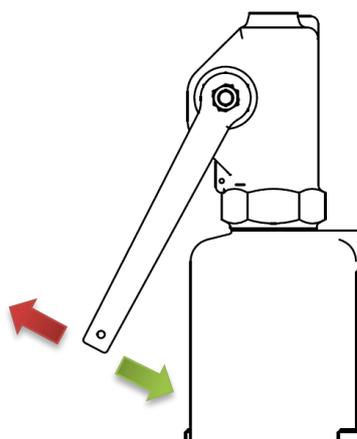

Abbildung 4
Die Funktion des Sicherheitsventils wird überprüft, indem es mit Hilfe des Hebels durchblasen wird. Dazu muss der Hebel in die in Abbildung 4 gezeigte Richtung betätigt werden. Die Betätigung des Hebels führt zur Entspannung der Druckkraft der Feder, womit eine minimale Erhebung des Kegels und ein Durchfluss
1. Die Plombe zwischen Anlüftkappe (19) und Haube (7) entfernen
2. Den Hebel bis zum Anschlag in Richtung Z anheben „Schließen“ (siehe Abbildung 4)
3. Haube abschrauben (19)
4. Den Gegenstopfen lösen (17)
5. Die Regulierschraube (18) solange drehen, bis der geforderte Ansprechdruck erreicht wird. Um die Kontaktflächen zu schützen halten Sie während des Drehens die Spindel (6) an der Spannmutter (21), um ihr das Drehen zu verhindern.
6. Gegenstopfen (17) prüfen
7. Die Haube (19) mit einer neuen Dichtung (16) wieder festschrauben
1. Die Plombe zwischen Anlüftkappe (19) und Haube (7) entfernen.
2. Den Hebel bis zum Anschlag in Richtung Z anheben „Schließen“ (siehe Abbildung 4).
3. Haube abschrauben (19).
4. Den Gegenstopfen lösen (17).
5. Die Regulierschraube (18) so lange drehen, bis der geforderte Ansprechdruck erreicht wird. Um die Kontaktflächen zu schützen, halten Sie während des Drehens die Spindel (6) an der Spannmutter (21), um ihr das Drehen zu verhindern.
6. Die Muttern (14), mit denen die Haube (7) mit dem Gehäuse (1) verbunden ist, abdrehen. Bei isometrischen Doppelkopfschrauben (13) sind die Muttern (14) gleichmäßig abwechselnd zu lösen. Im Falle von Doppelkopfschrauben (13) mit zwei verschiedenen langen Gewinden sollen zuerst die Muttern (14) an den kürzeren Schraubenenden und anschließend an den längeren Schraubenenden gleichmäßig abwechselnd abgedreht werden.
7. Die Haube (7) abnehmen, wobei die Platzierung des Schraubenlochs in der Haube mit der ihm entsprechenden Doppelkopfschraube zu markieren ist.
8. Den oberen Federteller (15) demontieren.
9. Die Feder (8) gegen eine neue austauschen.
10. Den oberen Federteller (15) wieder montieren.
4. Dichtung (16) durch eine neue ersetzen
5. Die Haube (19) wieder festschrauben
8. Den oberen Federteller (15), die Feder (8) und den unteren Federteller (15) demontieren.
9. An der Ventilspindel (6) haltend die ganze Schließvorrichtung des Ventils herausnehmen:
8. Die Dichtung (23) zwischen der Haube (7) und dem Zwischenaufsatz (5) abnehmen.
9. Die gesamte Schließvorrichtung herausnehmen, bestehend aus: Spindel (6), Federteller (15), Feder (8), Zwischenaufsatz (5), Hubglocke (4) und Kegel (3)
10. Die Dichtung (23) zwischen dem Gehäuse (1) und dem Zwischenaufsatz (5) abnehmen.
11. Am Gehäuse die Plombe (30) an der Regulierschraube (27) entfernen.
12. Den Arretierungsstopfen (29) mitsamt Spannstift (28) so lange herausdrehen, bis die Regulierschraube (27) entsperrt wird.